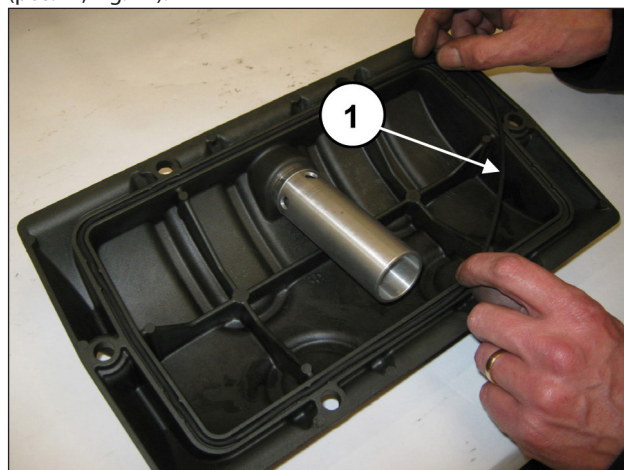
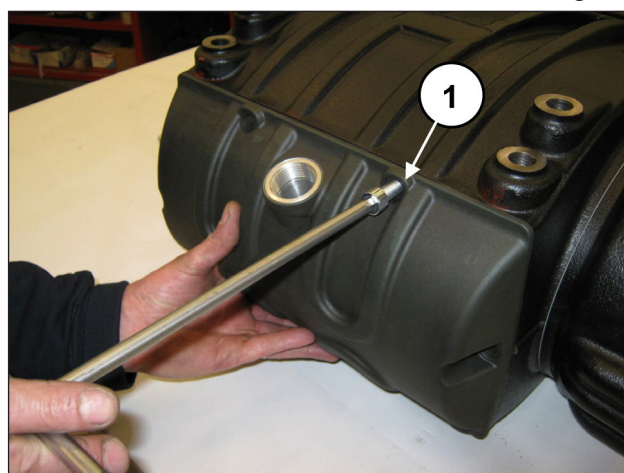

Fig. 70
Fig. 71
Insira o anel circular na cobertura posterior (pos. ①, Fig. 70) e monte a cobertura no carter, mediante seis parafusos M10x30 (pos. ①, Fig. 71).